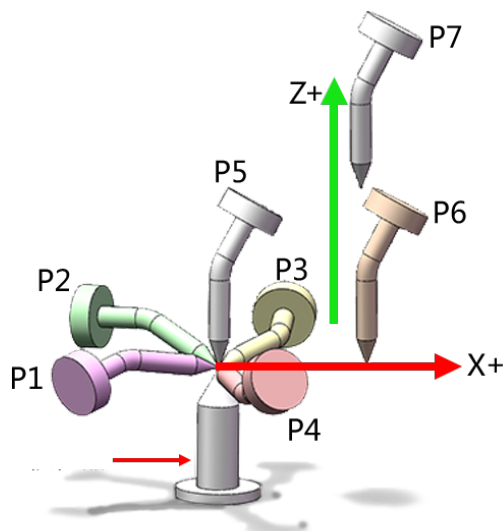

图 3-42: 三点法示教坐标系方向
- 需要注意的是，对于此种情况，P1-P5 的控制点要始终保持与校准枪的尖点接触，如图 3-42 所示。